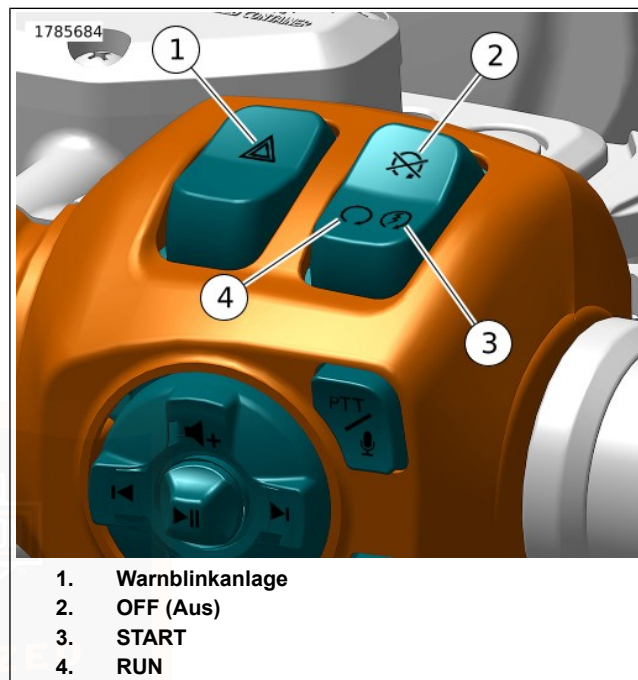

Abbildung 61. RHCM: Tasten des Motorbetriebsschalters und der Warnblinkanlage
1. Siehe Abbildung 61. Bei vorhandenem Sicherheitsschlüsselanhängen den Motorbetriebsschalter auf RUN (Ein) (4) stellen. Den Gasdrehgriff nicht drehen.
5. Den Anlasserknopf (3) zum Anlassen des Motorrads drücken und loslassen.
2. Siehe Abbildung 61 . Den Motorbetriebsschalter auf OFF (Aus) (2) stellen.
1. Siehe Abbildung 61. Den Motorbetriebsschalter auf RUN (Ein) stellen.
1. Siehe Abbildung 61 . Den Motorbetriebsschalter auf OFF (Aus) (2) stellen.